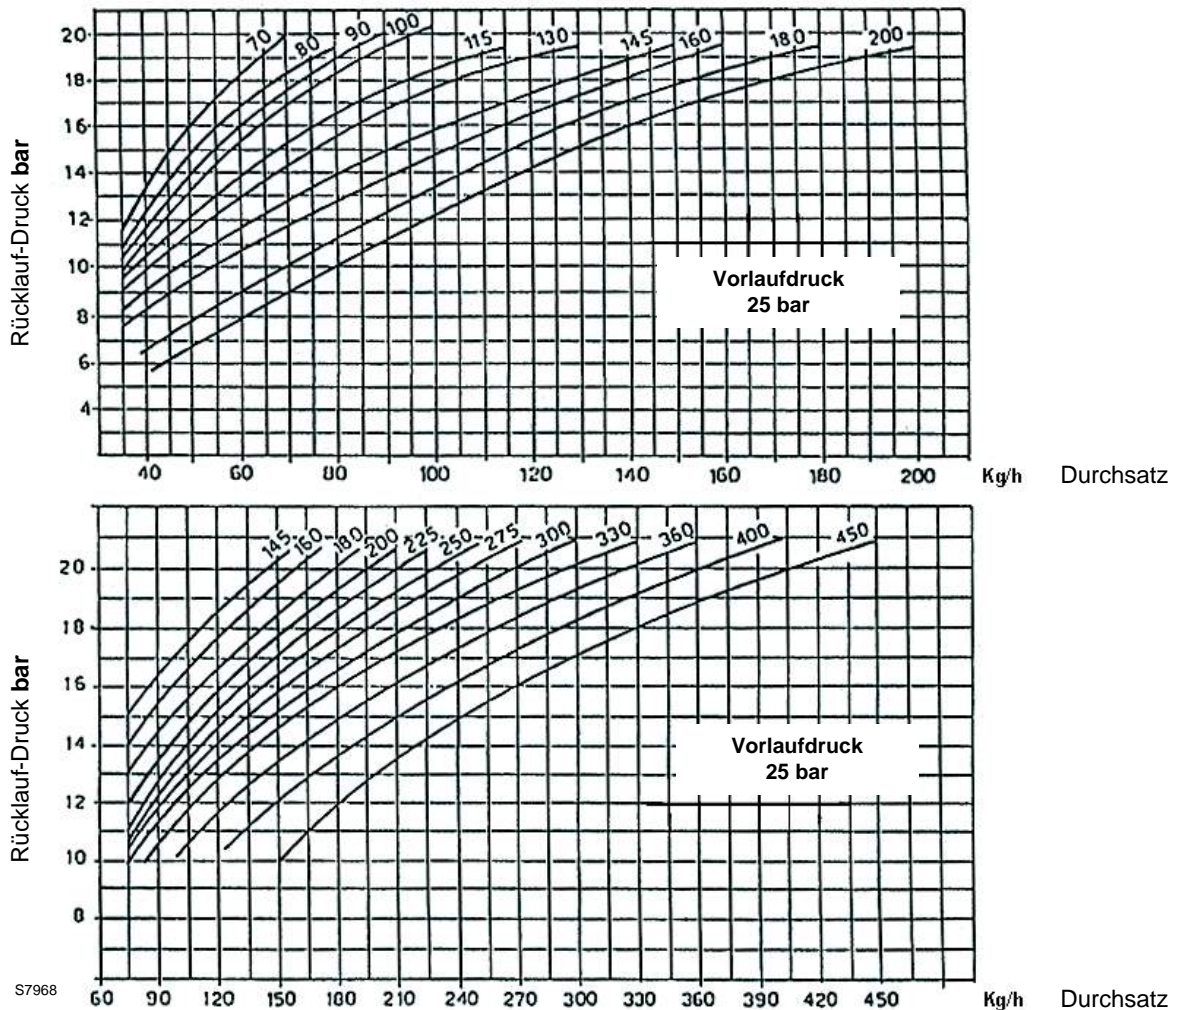

Abb. 10
- Bei erfolgter Einstellung mit Hand überprüfen, daß im Bereich zwischen 20° und 130° keine Schleichen vorhanden sind und daß Höchst und Mindestdruckwerte den laut Diagramm gewählten Werten entsprechen. Abb. 10